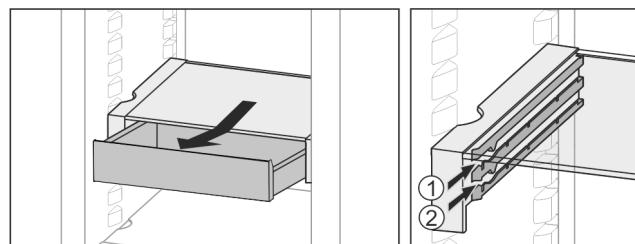

Fig. 35
- Vstavite ga na poljubni višini Fig. 35 (1) ali Fig. 35 (2).